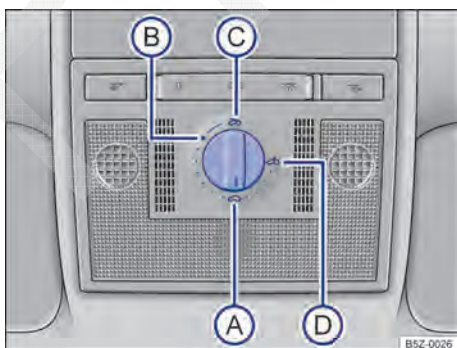

Fig. 31 No revestimento do teto: interruptor rotativo do teto solar.
Girar o interruptor rotativo → Fig. 31 para a posição desejada para regular as seguintes posições do teto solar:
- Girar o interruptor rotativo para a posição → Fig. 31 (A) e puxar para baixo na área posterior, até que o teto solar esteja completamente fechado.